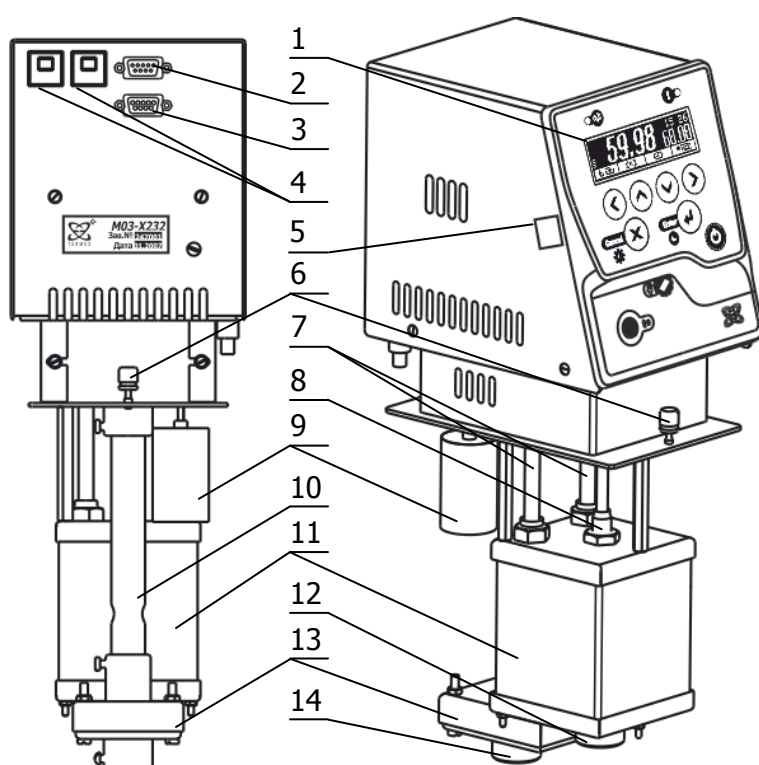

Рисунок 1 — Устройство блока регулирования
1.4.2 Работа блока регулирования заключается в поддержании заданной температуры потока теплоносителя, прокачиваемого насосом 13 через резервуар 11 (рисунок 1). Забор теплоносителя производится через входной патрубок 14, а выброс — через выходной патрубок 12.
В процессе работы блока регулирования на дисплее 15 отображается температура теплоносителя, значение уставки (задание), мощность нагрева, текущее время и дополнительная служебная информация. Установка режимов работы блока регулирования осуществляется органами управления, расположенными на лицевой панели 1 (рисунок 1).
2.2.1 Установить блок регулирования на ванне так, как указано в руководстве по эксплуатации термостата и закрепить винтами 9 (рисунок 1).